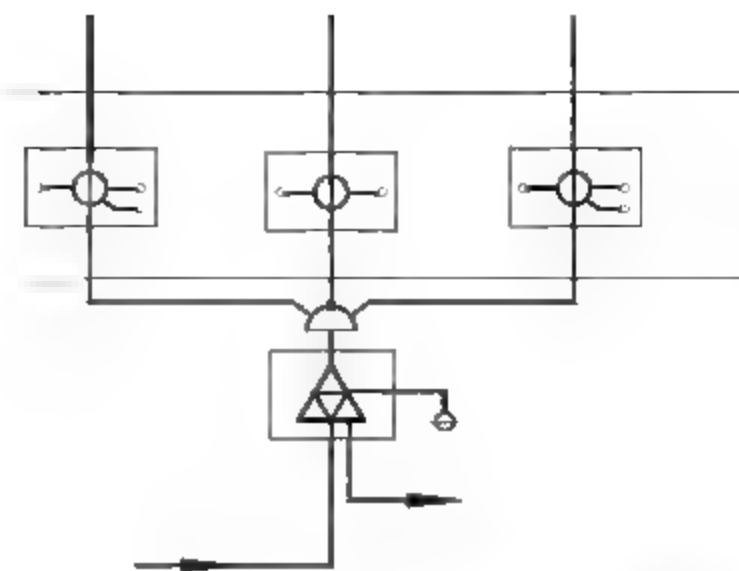

图13-40 绘制箭头
**11** 调用PL【多段线】命令，设置起点宽度为300、端点宽度为0，绘制如图13-40所示的指示箭头。